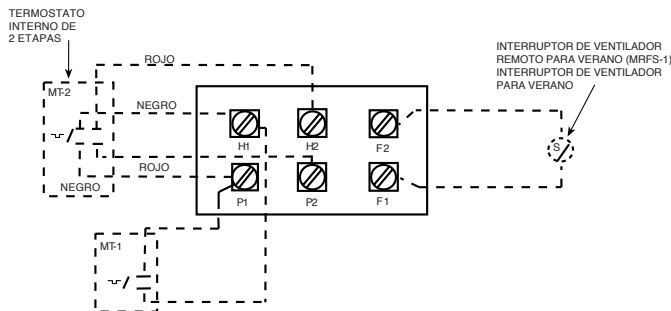

Figura 4. Bornera de control (para calefactores sin contactor)
3. Para ver el diagrama de conexión de las unidades no provistas de contactor interno (3 y 5 kW), consulte la Figura 4.